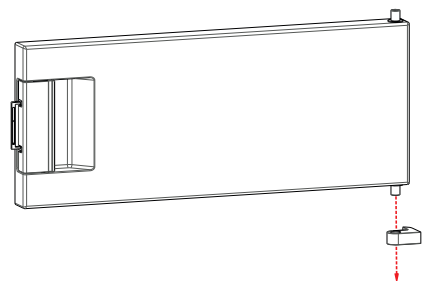

Abb. 6
- ▶ Entfernen Sie das Gefrierfachscharnier von der Türunterseite (Abb. 6).